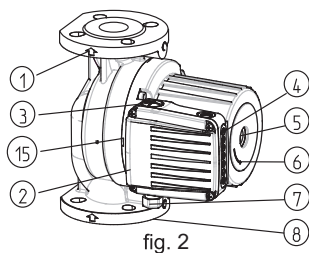

fig. 2
La flèche située sur le corps de pompe indique le sens de circulation de l'eau (fig. 2 - POS. 1).
ATTENTION! Le corps pompe doit être isolé jusqu'à l'ouverture entre moteur et corps pompe. Les ouvertures pour l'élimination de la condensation doivent être laissées libres et permettre la sortie depuis le logement du stator. Ces ouvertures doivent rester libres dans les systèmes de chauffage, lorsque uniquement l'isolation du seul corps pompe est effectuée (figure 2, 3 POS 15).
Avant d'effectuer le branchement, il faut dévisser le couvercle supérieur (fig. 2 - POS. 2).
Pour modifier les performances de la pompe (hauteur) en fonction des besoins il faut enlever le couvercle supérieur (Fig. 2 - pos.2). Pour changer la vitesse enlevez et déplacez le sélecteur (Figure 4 page 44) à la vitesse désirée.
- dévisser le bouchon de purge et faire tourner l'arbre pompe avec un tournevis (fig. 2-POS.5) jusqu'à ce que la pompe soit libérée;